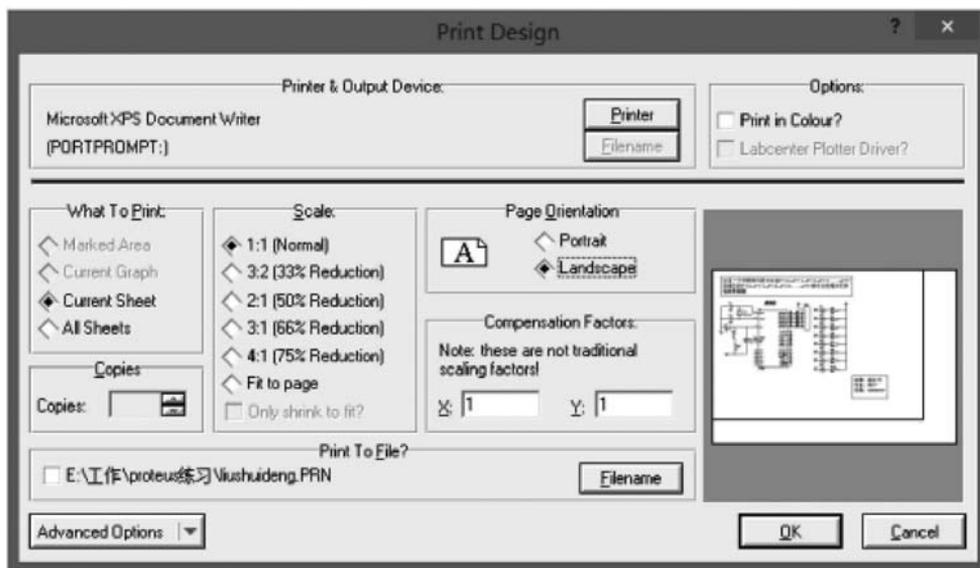

图 5-43 设置打印选项
(2) 设置好打印机之后,选择 File→Print 菜单命令设置打印选项,如图 5-43 所示,包括打印范围、缩放比例、XY 补偿比例、图纸方向以及选择是黑白还是彩色样式打印。各项都设置好之后,单击 OK 按钮即可打印图纸。